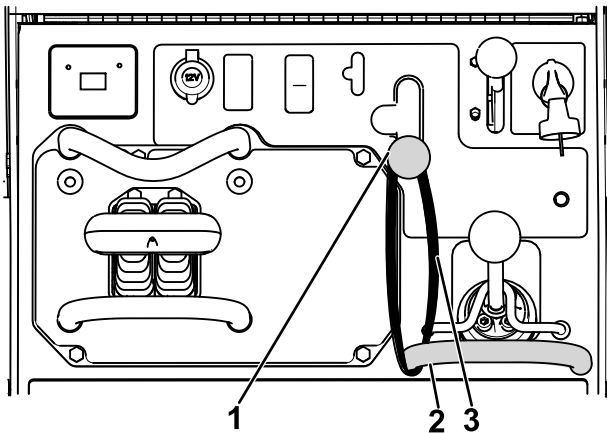

Figure 18
2. Amenez le levier de commande hydraulique auxiliaire en position de marche arrière (Figure 18).
3. Faites passer la sangle Velcro autour de la barre de référence droite et du levier de commande hydraulique auxiliaire pour maintenir le levier en position de marche arrière (Figure 18).